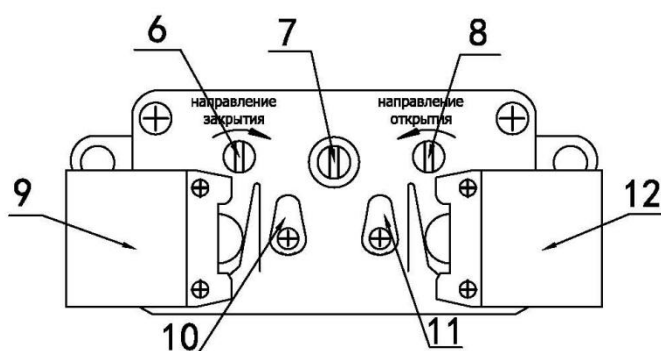

Рис.2 Механизм управления ходом
7.1 Механизм управления ходом (см. рис. 2): он состоит из десятичной передачи, выталкивающего стержня, кулачка и микровыключателя, называемого счетчиком. Его принцип работы заключается в том, чтобы приводить в движение счетчик с помощью ведущей шестерни ($Z=8$) в коробке передач. Если счетчик был отрегулирован в соответствии с положением, в котором клапан открывается или закрывается, когда счетчик поворачивается в предварительно отрегулированное положение (число оборотов) с выходным валом, кулачок поворачивается на 90° , микропереключатель нажимается, питание отключается, и двигатель останавливается, чтобы добиться управления ходом электрического устройства (количеством оборотов). Чтобы управлять клапаном с большим количеством оборотов, кулачок можно отрегулировать на 180° или 270° , а затем нажать микровыключатель.